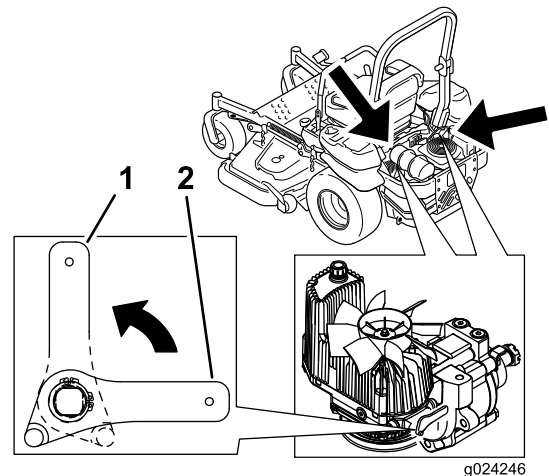

Figure 32
3. Tournez les leviers des vannes de déblocage en position verticale pour pousser la machine (Figure 32).
5. Tournez les leviers des vannes de déblocage en position horizontale pour utiliser la machine (Figure 32).